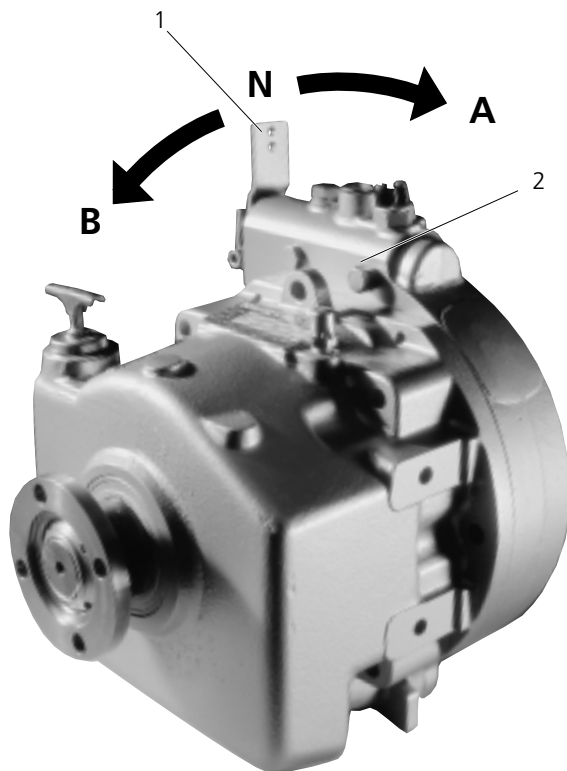
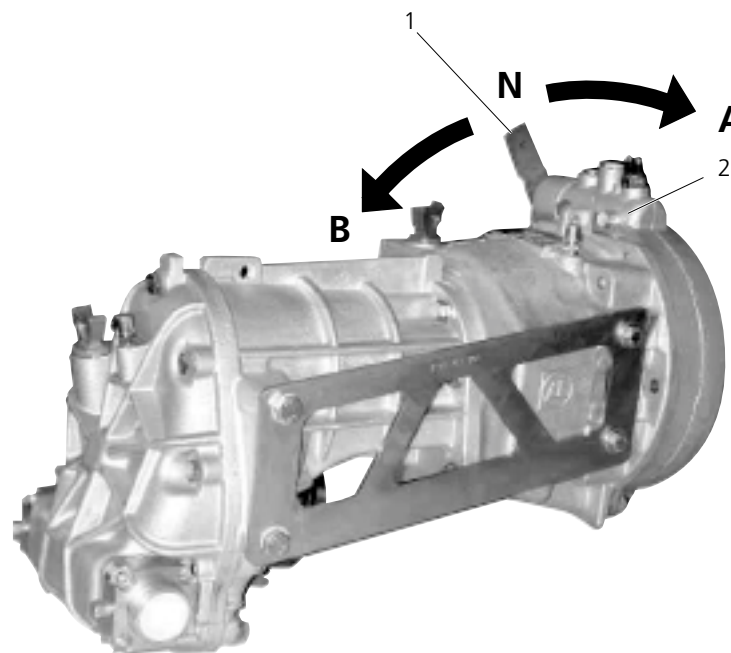

Fig. IV-1 ZF 45 C - ZF 63 C - 88 C
Fig. IV-2 ZF 45 IV, ZF 45-1 IV
The transmission is shifted by actuating the shifting lever (fig. IV-1 / fig. IV-2, item 1) at the control block (V-1 / fig. IV-2, item 2).
La trasmissione è azionata con lo spostamento della leva (fig. IV-1 / fig. IV-2, pos. 1) situata nel blocco di co-mando idraulico (fig. IV-1 / fig. IV-2, pos. 2).
Le changement de marche s'effectue en actionnant le levier (fig. IV-1 / fig. IV-2, repère 1) du bloc de commande (fig. IV-1 / fig. IV-2, repère 2).
Das Getriebe wird mit dem Schaltehebel (Pos. 1, Bild IV-1 / Bild IV-2) am Steuerblock (Pos. 2, Bild IV-1 / Bild IV-2) geschaltet.